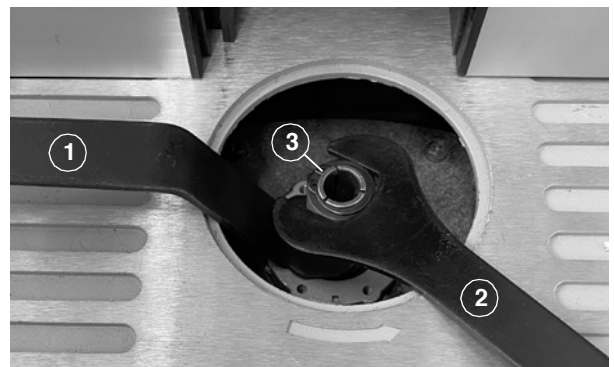

Abb. 16: Installation und Wechsel der Werkzeugaufnahme
Installation und Wechsel der Werkzeugaufnahme (Pos. 3, Abb. 16)
Schritt 3: Arretieren Sie die Spindel, die sich unterhalb der Werkzeugaufnahme befindet, mit einem Schlüssel (Pos. 1, Abb. 16).
Schritt 4: Lösen Sie die Sicherungsmutter der Werkzeugaufnahme (Pos. 3, Abb. 16) mit einem geeigneten Schraubenschlüssel (Pos. 2, Abb. 16), indem Sie sie gegen den Uhrzeigersinn drehen.
Schritt 1: Setzen Sie einen passenden Fräser in die Werkzeugaufnahme ein und sichern diesen, indem Sie die Mutter (Pos. 3, Abb. 16) der Werkzeugaufnahme fest anziehen.